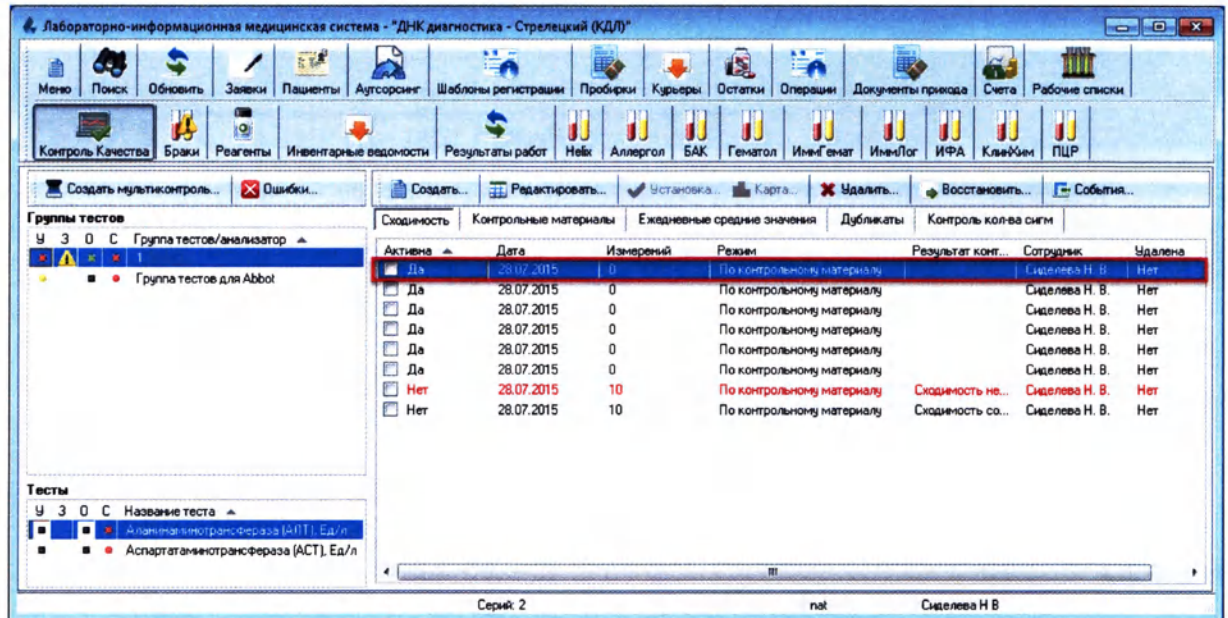

Рисунок 12.10
8. В журнале КК выберите вновь созданную запись и щелкните по ней 2 раза левой кнопкой мыши (Рисунок 12.10):